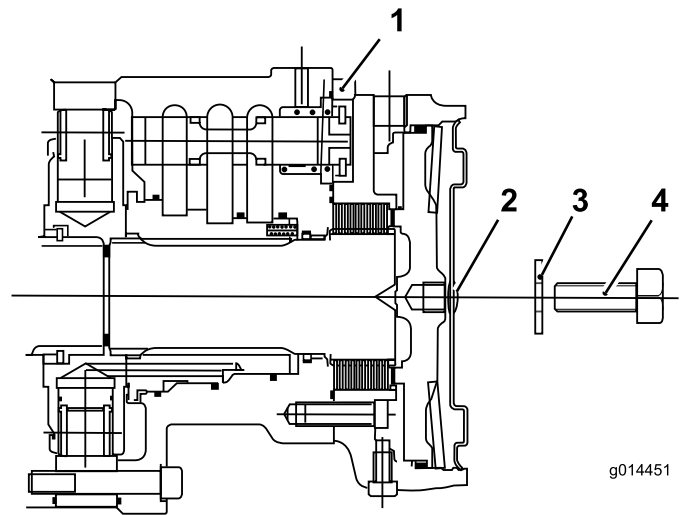

Bild 42
6. Führen Sie eine Schraube (12 x 40 mm) und eine Unterlegscheibe (12 mm) durch das Loch in der Mitte der Motorendplatte (Bild 42).
7. Ziehen Sie die Schraube im Gewindeloch des Bremskolbens an, bis sich die Bremse löst (Bild 42).